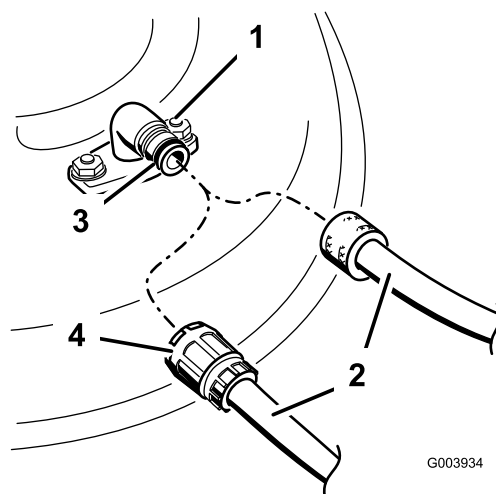

Figure 51
3. Vissez le raccord de lavage à l'embout de lavage du carter de tondeuse et ouvrez l'eau en grand (Figure 51).